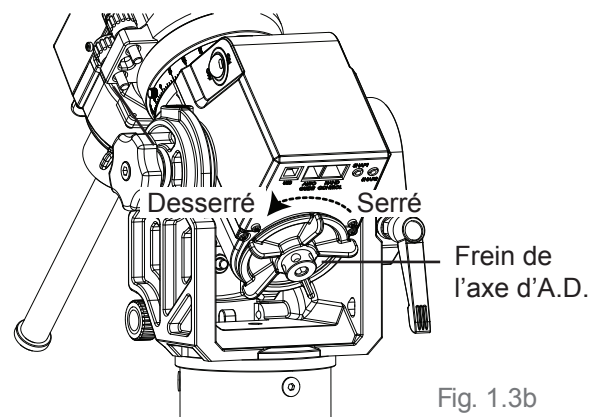

Fig. 1.3b
2. Desserrez le frein de l'axe d'A.D. et tournez l'axe jusqu'à ce que la barre de contrepoids pointe vers le sol (Fig. 1.3b).